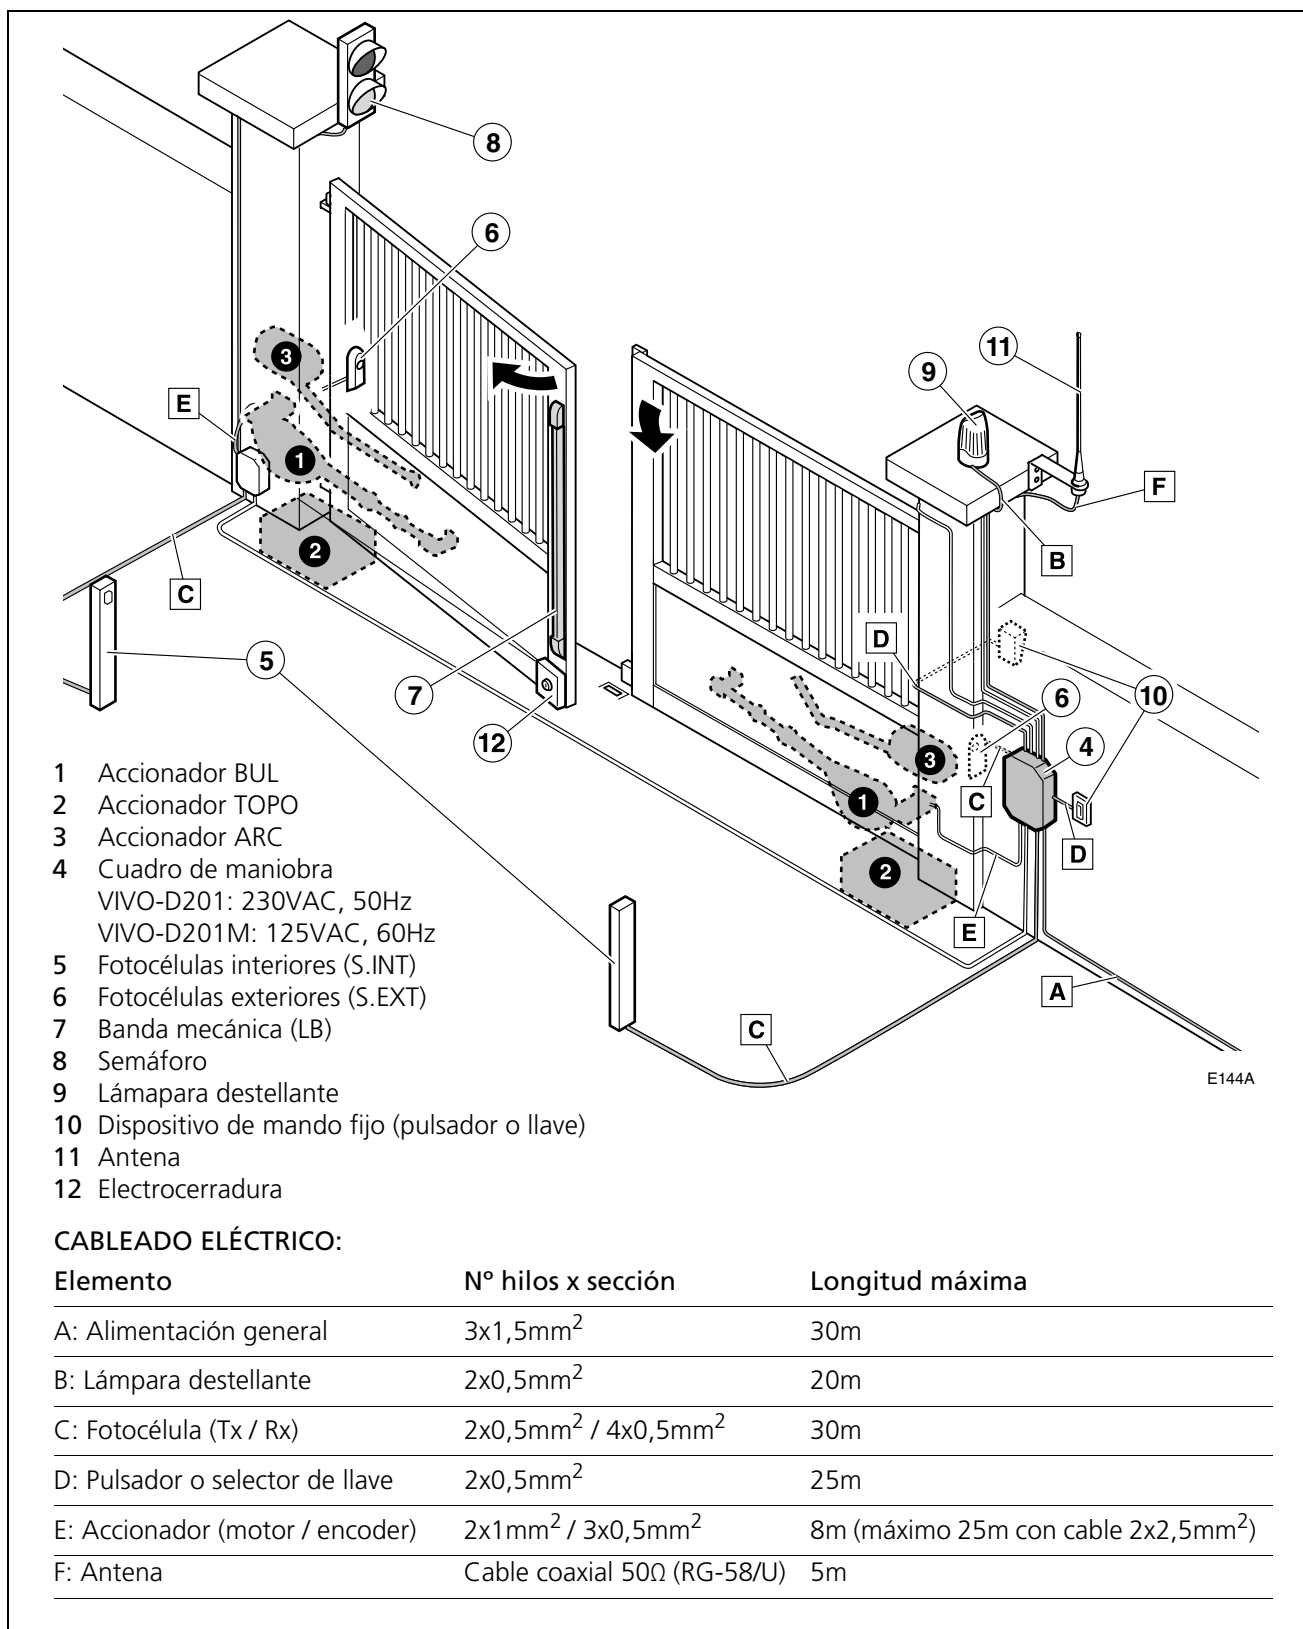

Fig. 1 Elementos de la instalación completa
**ⓘ** Para más información, vea "Fig. 1 Elementos de la instalación completa" en la página 3.